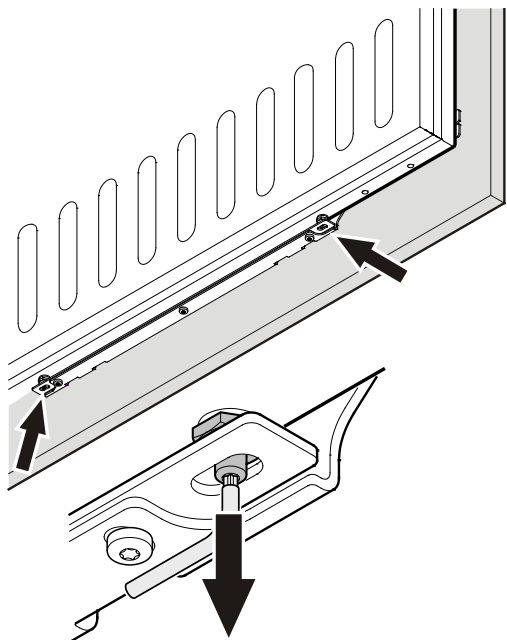

Figura 30
8. Gire los pernos de fijación (parte inferior de la puerta del frigorífico) hasta que entren en contacto con el soporte de fijación (**Figura 30**).